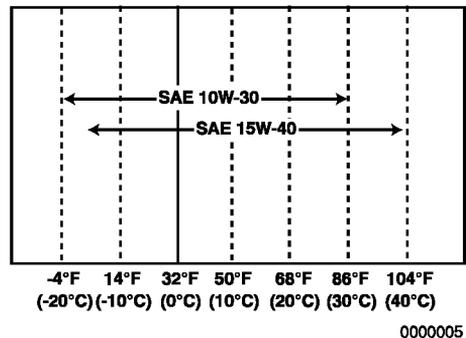

Abbildung 5
- Wählen Sie die Ölviskosität passend zur Umgebungstemperatur, bei welcher der Motor betrieben werden soll. *Siehe Motorölviskosität Abbildung 5.*
- Wählen Sie eine für die jeweilige Umgebungstemperatur geeignete Motorölviskosität, wie im Diagramm der SAE-Viskositätsklassen dargestellt (Abbildung 5).